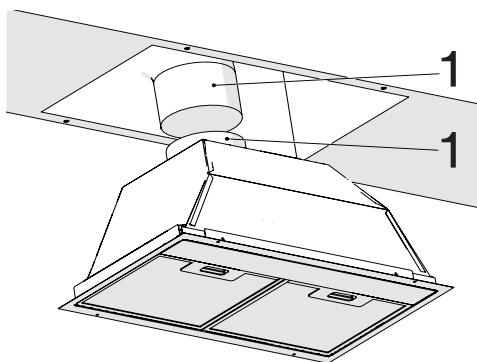

Fig.9
- Acoplar la tubería de salida de aire a la salida de aire de chimenea y sujetarla con una abrazadera (Fig. 9).